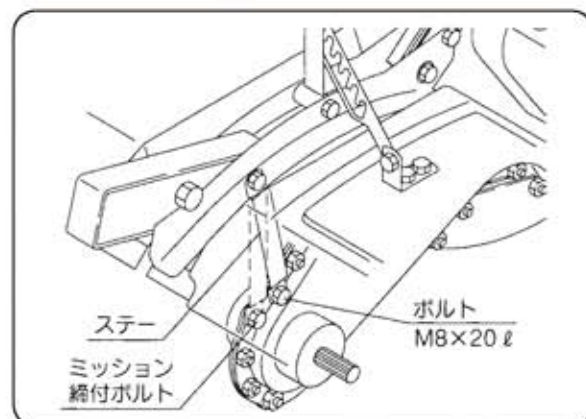

図53
(M8×20 ℓ ボルト) (図53)
- ⑥ ミッション締付ボルトを取付けてください。(図53)